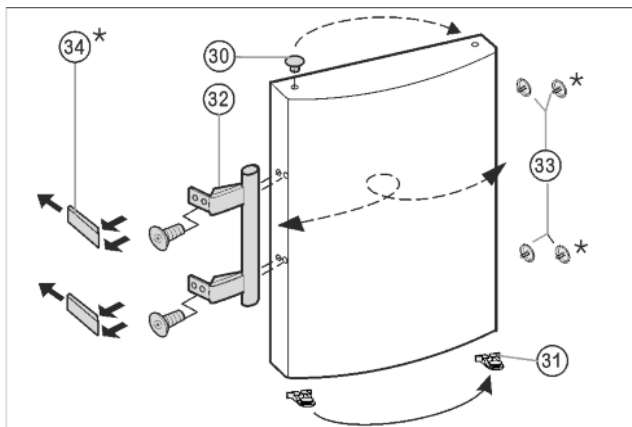

Fig. 9
- ▶ Извадете тапата *Fig. 9 (30)* от лагерната втулка на вратата и я преместете.
- ▶ Демонтирайте дръжката на вратата *Fig. 9 (32)*, тапите *Fig. 9 (33)* и притискателните плочи\* *Fig. 9 (34)* и ги монтирайте на другата страна.